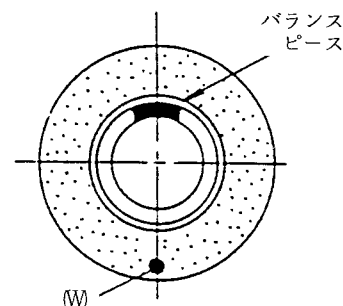

図1-13
- ⑤ Wと反対側の位置に1個のバランスピースを取り付ける。(図1-13)